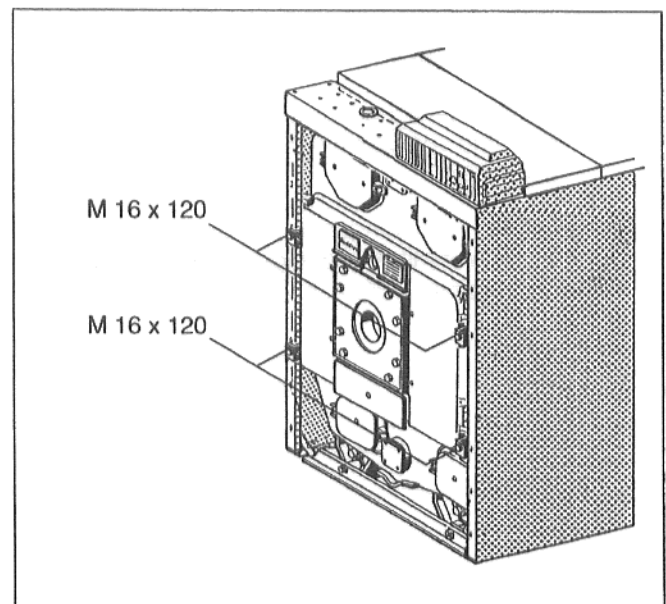

Abb. 60
- Die vier Maschinenschrauben M 16 x 120 an der Brenntür lösen (Abb. 60).